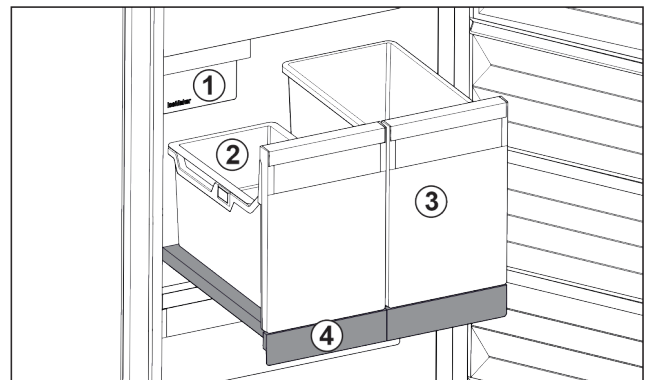

Fig. 122 带 IceTower 的拉出式搁板
- (1) IceMaker
- (2) 冰块挂盘
- (3) 比萨、酒精饮料等的容器
- (4) 拉出式搁板
拉出式搁板上有两个高容器 (IceTower)。来自 IceMaker 的冰块被收集并储存在容器 Fig. 122 (2) 中。容器 Fig. 122 (3) 适合存放较高的食物，例如比萨或酒精饮料。